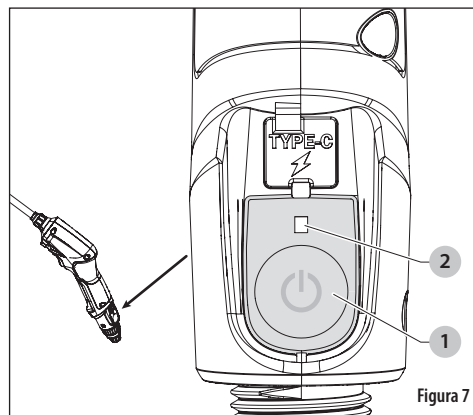

Figura 7
1. Presione el botón de encendido (1) para encender el atomizador. Se enciende una luz (2) sobre el botón de encendido para indicar el nivel de la batería. Vea la *Figura 7*
3. Presione el botón de encendido para apagar el atomizador eléctrico con varilla. Vea la Figura 7